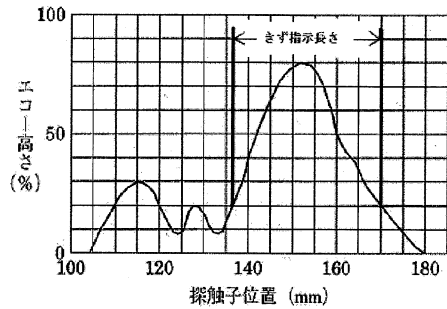
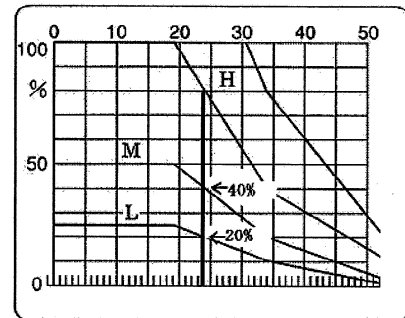

図6 左右走査グラフ(*1)
図7 エコー高さ区分線(*1)
問4 JIS Z 3060によって板厚19 mmの突合せ溶接部を5Z10×10A70を用いて超音波探傷するため、STB-A2により探傷感度を調整した。検出レベルをM検出レベルに選定して探傷したところ、ビーム路程が59 mmの位置に、エコー高さ80%のきずエコーを検出した。このきずについて、左右走査グラフは図6のとおりであった。また、エコー高さ区分線は図7のとおりである。このきずの分類に必要なきずの指示長さはいくらなるか。最も近いものを解答群から一つ選び記号で答えよ。ただし、測定範囲は125 mmである。
- ①題意よりビーム路程は59 mm、測定範囲は125 mmであるから、きずエコーは図7の位置に表すことができる。
- ②きずエコーと区分線M線との交点はエコー高さが40%、L線との交点は20%と読み取ることができる。ゆえに、図6の左右走査グラフでは探触子位置が約152 mmの部分でM検出レベルを超えるエコー高さのきずと評価する。
- ③きず指示長さはJIS Z 3060ではM検出レベルでも、きずの指示長さ測定ではL線を超える探触子の移動範囲と定められている。図6に示すきずエコー高さ20%を超える範囲137 mmから170 mmで、きず指示長さは33 mmとなる。解答群の中で最も近いのは(c)である。